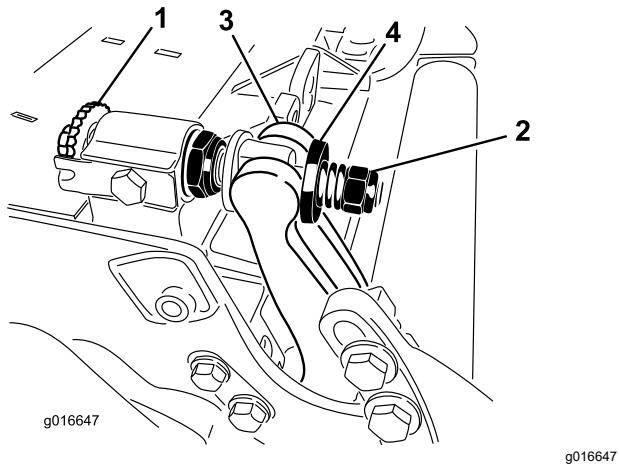

Figura 23
1. Ruotate le viti di regolazione della barra di appoggio in senso antiorario per allontanare la controlama dal cilindro (Figura 23).
2. Allentate il dado di tensione della molla finché la rondella non sarà più in tensione contro la barra di appoggio (Figura 23).